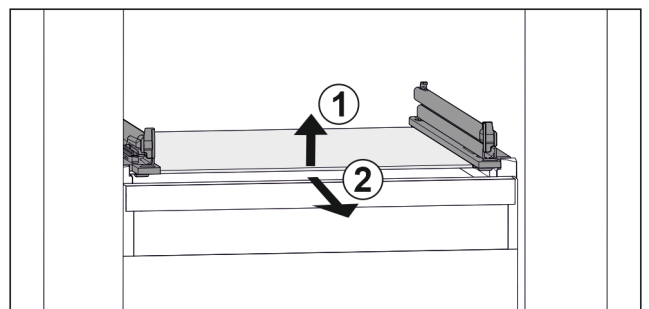

Fig. 45 Príklad zobrazenia sklenenej dosky
- ▶ Nadvihnite sklenenú dosku vpredu. Fig. 45 (1)
- ▶ Odoberte sklenenú dosku dopredu. Fig. 45 (2)